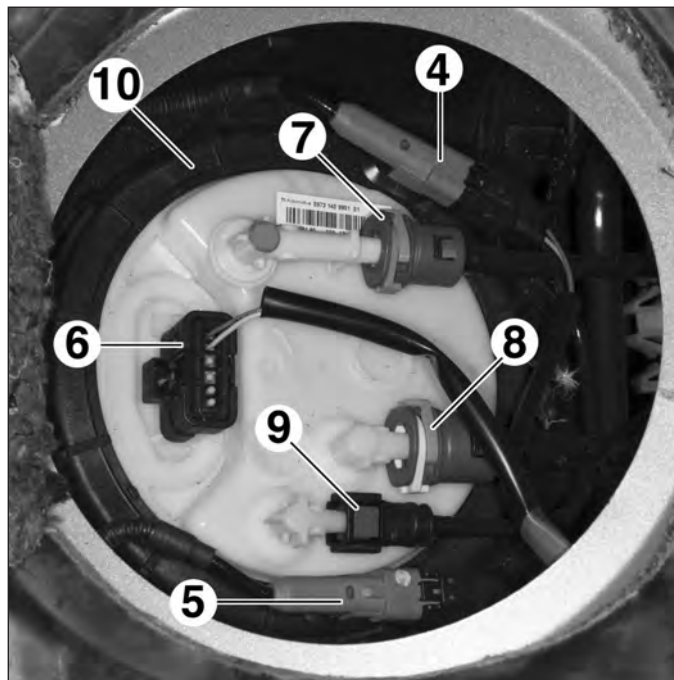

FIG.39
- Dégrafer les connecteurs (4) et (5) de la bague de fixation de la jauge (Fig.39).
- le connecteur (6),
- les canalisations (7), (8) et (9).